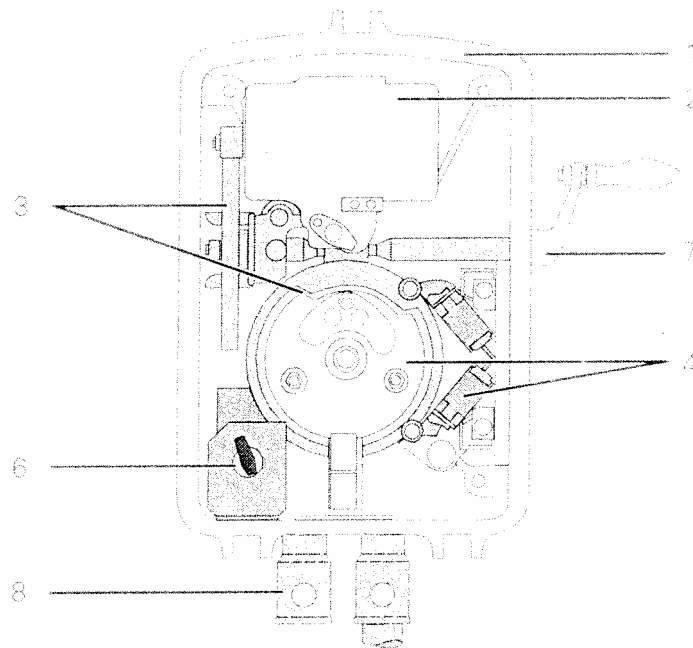
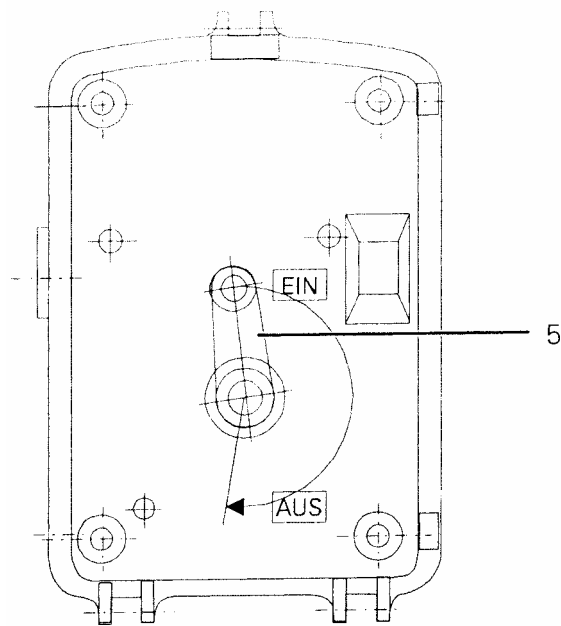

Fig. 1 : Koblerdrevets hovedkomponenter
Fig. 2 : Bagsiden med svingarm
Det elektriske koblerdrev består af følgende hovedkomponenter (Fig. 1 og Fig. 2)
- 5 Svingarm (se Fig. 2)
Sikkerhedsafbryderen (Fig.:1 side 9) har til formål at afbryde fjernstyringen til det elektriske koblerdrev og derved forhindre betjening af kobleren samt for at undgå uheld i forbindelse med vedligeholdelse, reparation og manuel betjening af koblerdrevet.